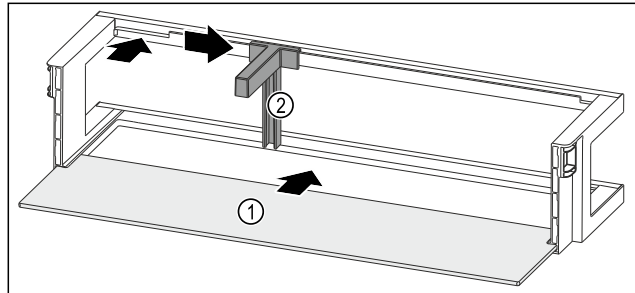

Fig. 119 Рафт на врата с рафт
- ▶ Вкарайте рафта Fig. 119 (1) в страничните прорези.
- ▶ Поставете преградата за бутилки Fig. 119 (2) в прореза.
- ▶ Плъзнете преградата за бутилки Fig. 119 (2) настрани до желаната позиция.